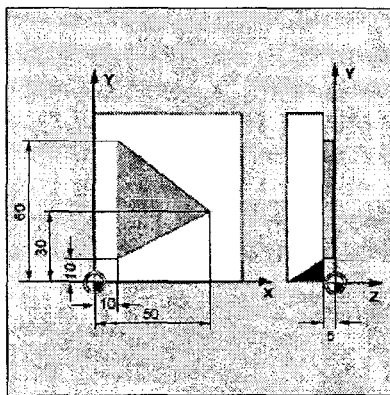

Рис. 4.12
4.2. Запишите управляющую программу для обработки треугольного выступа, изображенного на рис. 4.12. Придерживайтесь следующей последовательности действий: